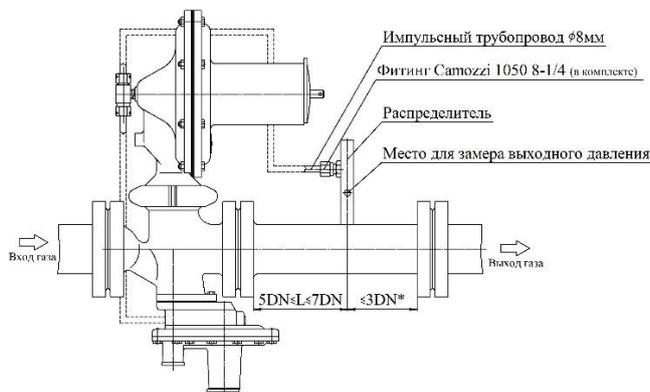

Рисунок 4.
Рисунок 4а.
8. Для регуляторов с разделенным импульсом РДНК-400-РИ необходима установка 2х импульсных трубопроводов: первый для подключения импульсного трубопровода к исполнительному механизму, второй к механизму ПЗК (Рисунок 4а).